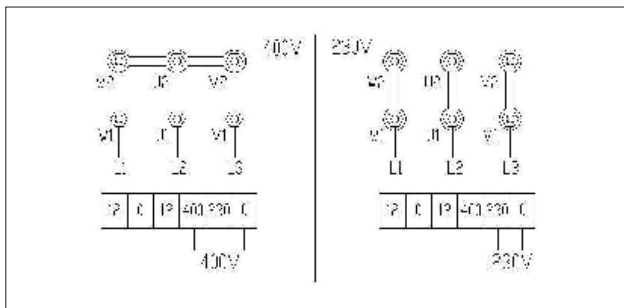

Figura 7
- Si se trata de alimentación trifásica de 230V, se necesita regular el cableado del transformador y del electromotor (Figura 7)